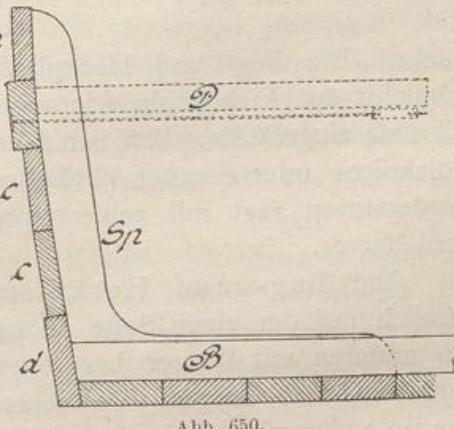

Abb. 650.
**6. Die Hauptverbindungsteile.** Die Bodenplanken der Schiffe sind 8 bis 13 cm stark, aus Kiefern- oder Tannenholz (Abb. 650).